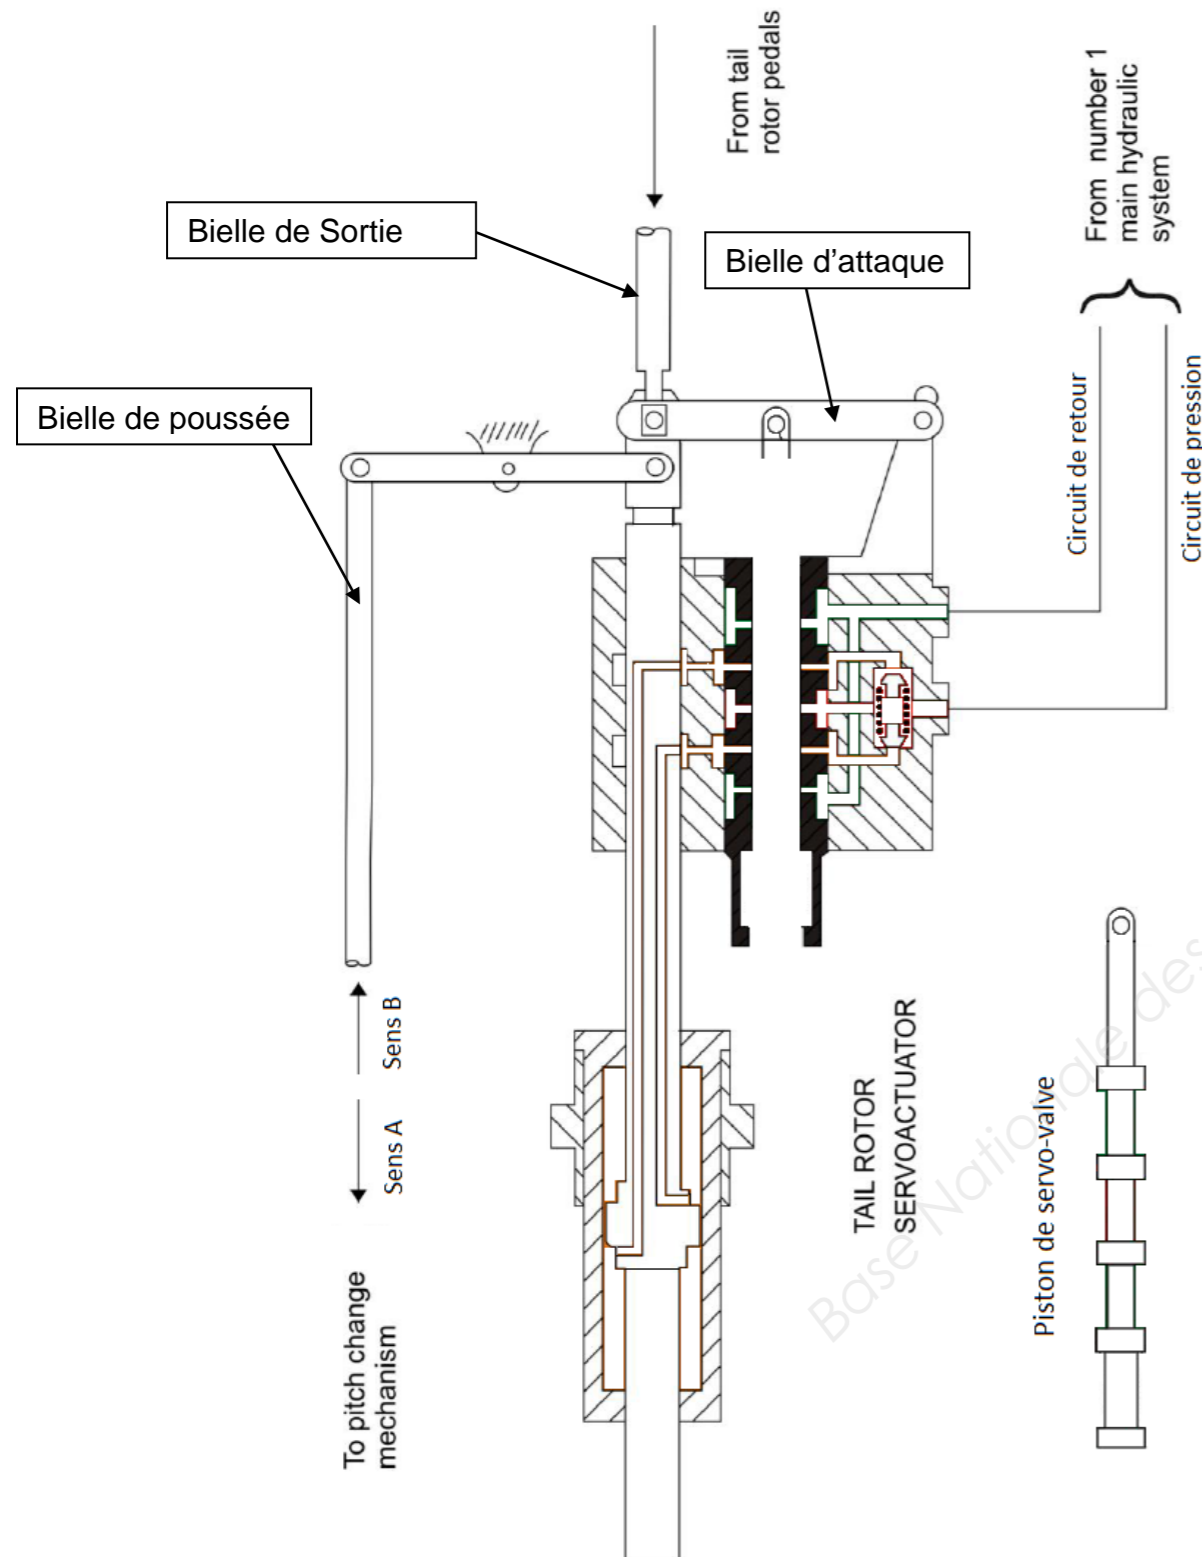

Figure 7
Q24 - Sur la figure 7, page suivante :
- Identifier le déplacement de la bielle d'attaque de la boîte de transmission arrière. Entourer "Sens A" ou "sens B" sur la figure 7.